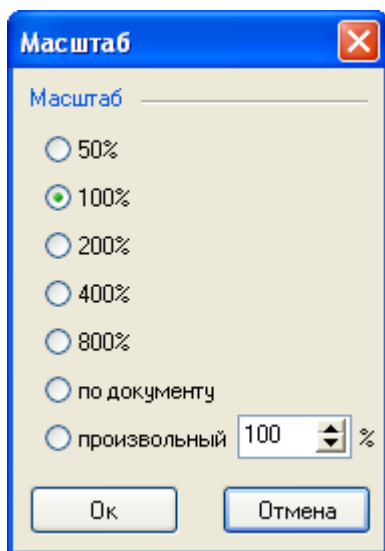

Рисунок 4 – Окно выбора масштаба
- при помощи меню “Вид > Масштаб”. При этом появляется окно (рисунок 4), в котором необходимо выбрать нужный масштаб и нажать кнопку “Ок”;